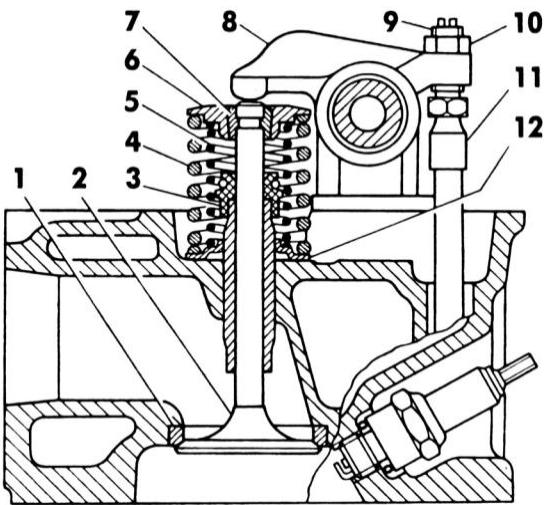

Рис. 8. Привод впускного клапана:
Впускные и выпускные клапаны расположены в головке блока цилиндров вертикально в ряд. Привод клапанов осуществляется от распределительного вала через толкатели, штанги толкателей и коромысла (рис. 8).
- проверить с помощью щупа зазоры между коромыслами и клапанами первого цилиндра. При необходимости с помощью регулировочного винта 9 (рис. 8) установить зазор по щупу, после чего, поддерживая отверткой регулировочный винт, затянуть контргайку 10 и проверить правильность зазора. Проворачивая коленчатый вал на пол-оборота, отрегулировать зазоры остальных цилиндров согласно порядку их работы 1–2–4–3. Зазор между коромыслом и клапаном на холодном двигателе ( $15-20^{\circ}\text{C}$ ) для выпускных клапанов первого и четвертого цилиндров должен быть  $0,30-0,35$  мм, для остальных клапанов –  $0,35-0,40$  мм.